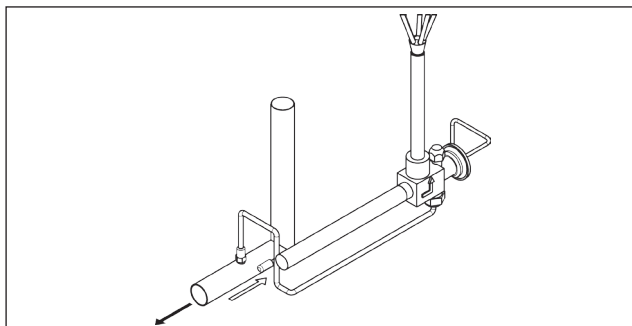

Рис. 11.5
6. Установите терморегулирующий вентиль (далее ТРВ), следуя указаниям входящего в его поставку руководства по монтажу и эксплуатации (Рис. 11.5).